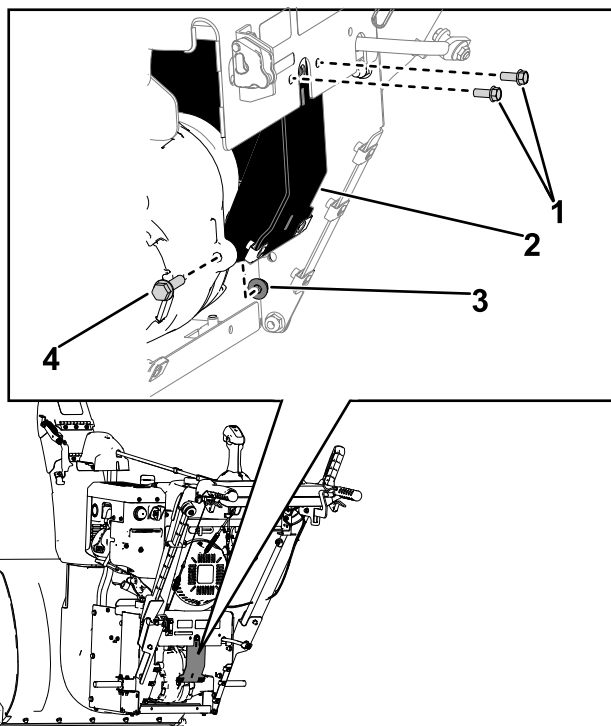

Figura 16
- B. Fissate la parte inferiore del supporto della trasmissione idrostatica alla trasmissione idrostatica con il bullone conservato (5/16" x 1 1/4") e il dado di bloccaggio (5/16") (Figura 16).
3. Montate le 2 viti (1/4" x 5/8") che fissano il supporto della trasmissione idrostatica alla piastra superiore (Figura 16).